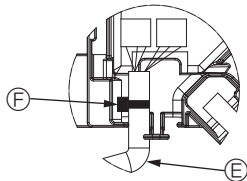

Fig. 10-10
- Τοποθετήστε την ταινία που στερεώνει το σύρμα μοτέρ πτερυγίου πλαισίου στον πίνακα σύνδεσης, όπως φαίνεται στο διάγραμμα. (Fig. 10-10)